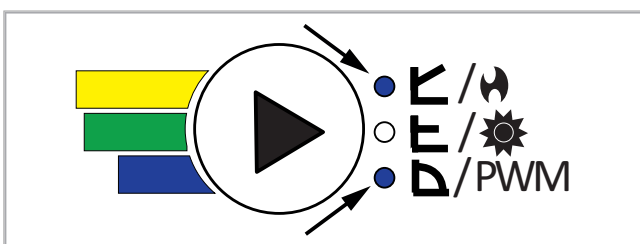

Abb. 131: Bedienfeld der IMP NMT Neo PL 15/40 Pumpe (hier eingestellt: PWM-H)
- An der Sekundärpumpe IMP NMT Neo PL 15/40 die Einstellung der Regelungsart (PWM-H) überprüfen. Bei korrekter Einstellung leuchten die obere und untere Regelungsart-LED gleichzeitig (siehe ➔ Abb. 131).